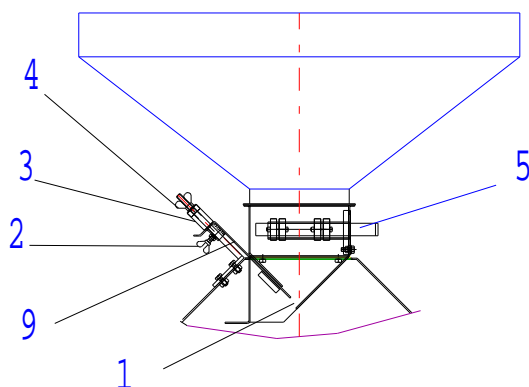

Рис. 16 Установка размера щели высыпа зерна на валы.
После установки размера щели и запуска двигателя можно начать работу. Заслонку, дозирующую поступление зерна из бункера, следует открывать медленно. Обслуживая работающую зерноплющилку, следует обращать внимание на непрерывную загрузку бункера зерном и на непрерывный прием расплющенного зерна. Чрезмерное открытие заслонки, а также несвоевременно принятый продукт, могут привести к перегрузке двигателя. Зерноплющилка снабжена устройством, защищающим от металлических загрязнений (5), рис. 16.